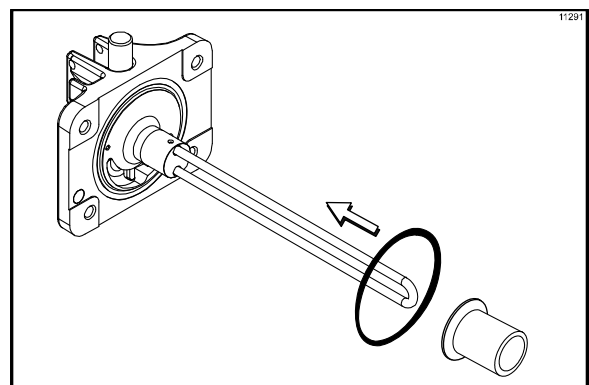

Abbildung 137
9. Bauen Sie den Frontverschluss zusammen. Den Dichtungsring in die hierfür vorgesehene Rille an der Rückseite des Frontverschlusses legen. Die vordere Lagerhülse so über die U-Stange schieben, dass das Flanschende am Frontverschluss anliegt. Die Dichtung und die Lagerhülse NICHT SCHMIEREN! (Siehe Abbildung 137.)